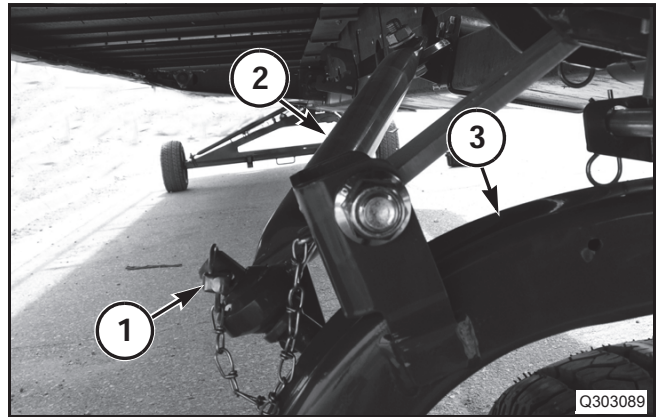

FIG. 48
FIG. 48: Remueva el perno (1) que fija la barra panhard (2) al conjunto del eje del lado izquierdo (3). Balancee la barra panhard hacia afuera del conjunto del eje del lado izquierdo.